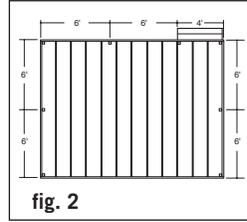

fig. 2
Étape 1 : Déterminez le nombre de poteaux de traverse nécessaires pour votre terrasse. On recommande un espacement de poteaux de 6 pi centre-à-centre. Exemple - une terrasse de 12x16 attachée à un édifice avec une ouverture d'accès de 4 pi d'un côté exigera en tout huit poteaux (figure 2).